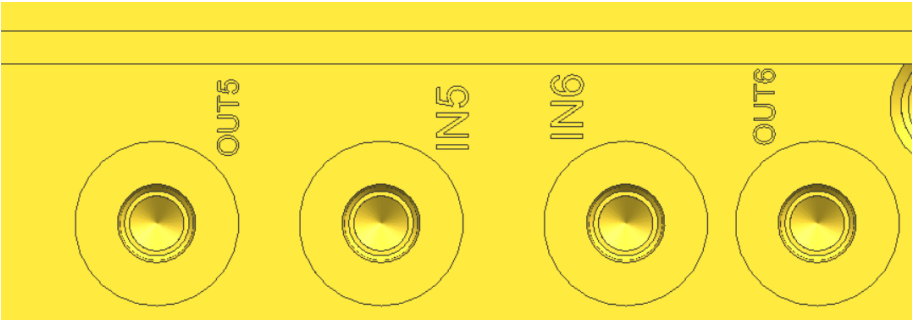

图 8-3 进、出水要刻上编号
- 5) 降低入水口与出水口的温差。入水、出水温差会影响模具冷却的____性，故设计时应标明入水，出水方向，模具制作时要求在模坯上标明。如图 8-3 所示。运水流程不应过长，防止造成出入水____过大；